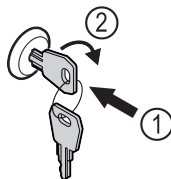

Fig. 123
- ▶ Sätt in nyckeln Fig. 123 (1).
- ▶ Vrid nyckeln 90° medurs Fig. 123 (2).